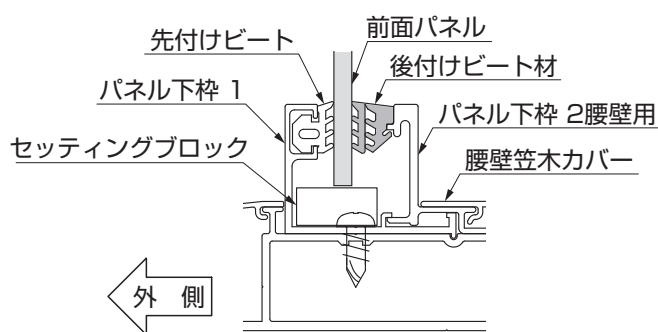

図1-29
- 後付けビート材には取付ける向きがあります。(図1-29参照)